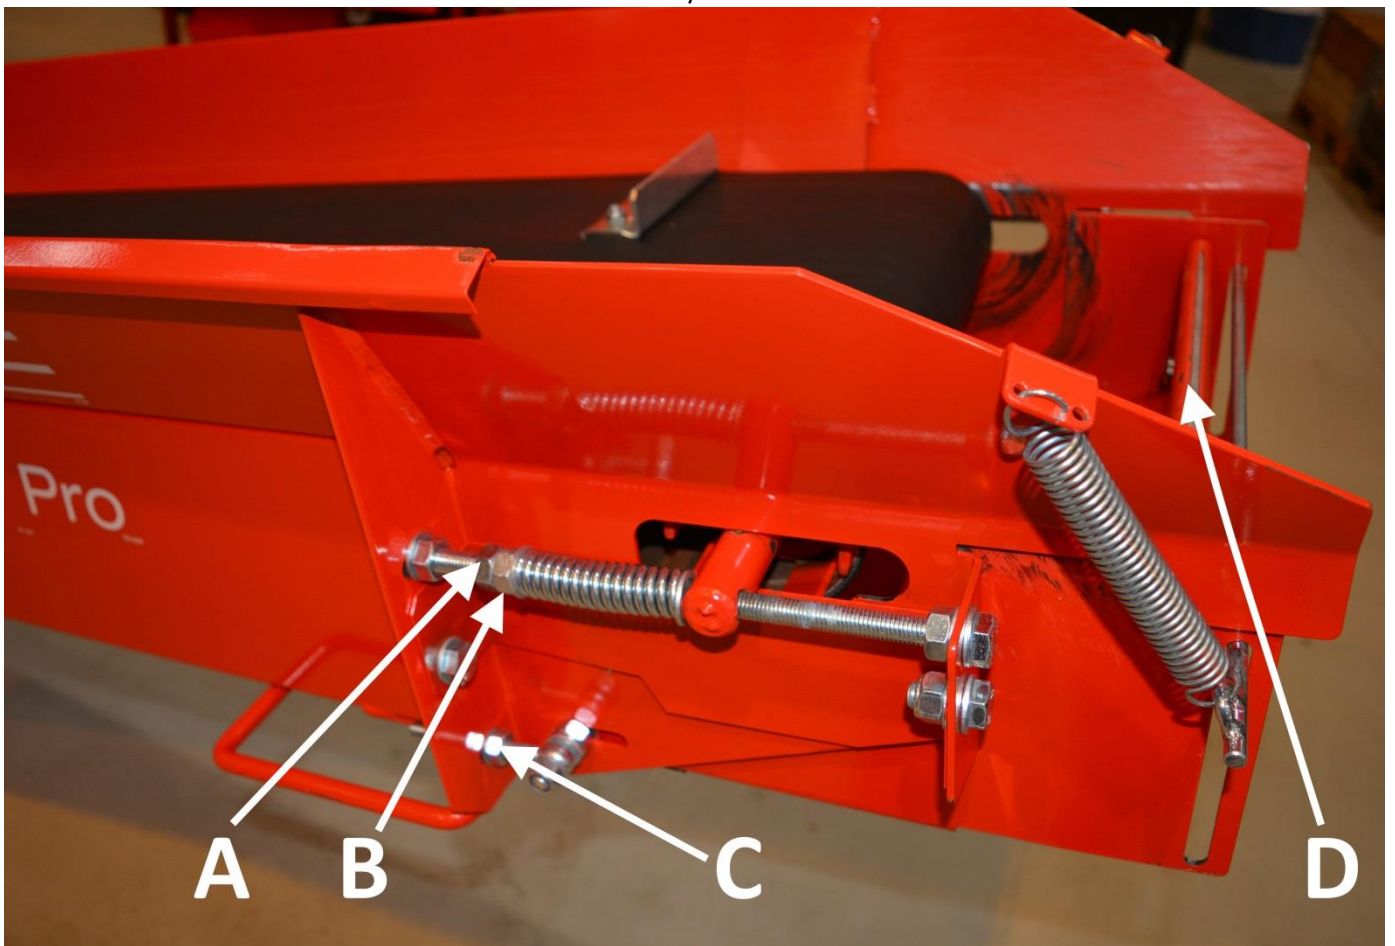

Bild 23.
1. Lossa på spännmuttern A på bild 23.
2. Spänn/lossa på bandet med muttern B på bild 23 (lika mycket på bägge sidor av bandet). Om bandet går snett, lossa på muttern B (i förhållande till fjädern) på den sida av bandet åt vilket håll du vill att bandet ska vända sig.
Skräpavskiljarens funktion påverkas avsevärt av följande: utmatningstransportörens lutning, bandets rotationshastighet och avståndet från transportörens övre rulle till separationsplattan D (bild 23). Ju brantare lutning (dock inte över 40 grader), mindre rotationshastighet och större avstånd mellan separationsplattan D och den övre rullen, desto bättre rengöringsresultat. Avståndet för skräpavskiljarens separationsplatta D justeras på fabriken i samband med testningen av maskinen så att det är nära det optimala värdet, men användaren kan vid behov ändra justeringarna med justerskruvarna C (2 st.) på bild 23.